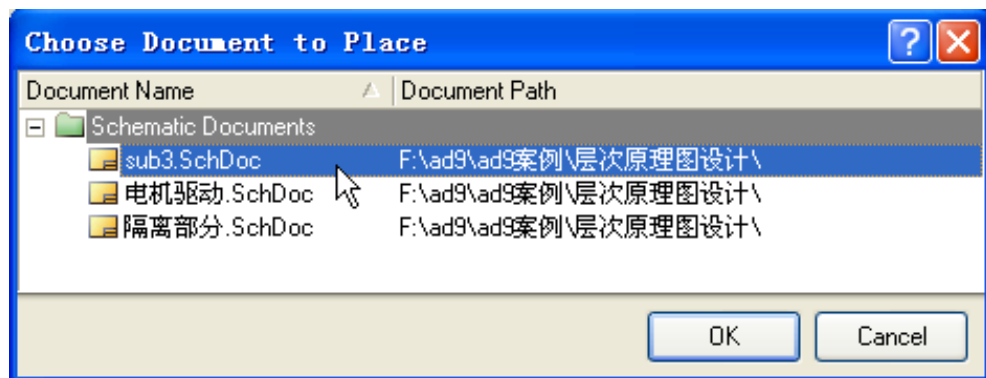

图11-23 “Choose Document to Place”对话框
- (1) 如果没有上层电路图文档，就要产生一张电路图文档。方法：单击主菜单“File”→“New”→“Schematic”命令新电路图文档。在本例中，已有主电路图文档“Main_top.SchDoc”，所以用步骤(2)，打开它即可。
- (2) 单击“Projects”工作面板中“Main_top.SchDoc”文件的名称，在工作区打开该文件。注意：一定要打开该文件，并在打开该文件的窗口下，执行步骤(3)。
- (3) 在主菜单中选择“Design”→“Creat Sheet Symbol From Sheet or HDL”命令，打开如图11-23所示的“Choose Document to Place”对话框。